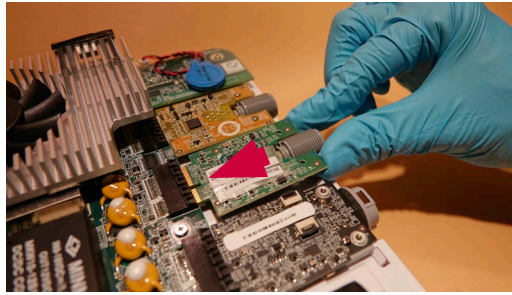

Abbildung 23 Einfügen einer neuen VDI-Karte
- d) **Setzen Sie die neue VDI-Karte in den Hauptkartenanschluss ein (Abbildung 23)**